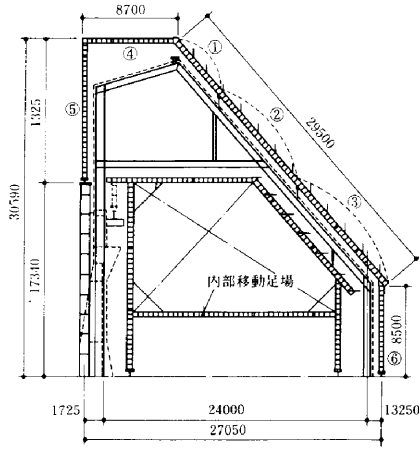

Fig.4 足場組立手順図
場の組立に着手した。手順は、Fig. 4 に示すようにまず、③を地組みして吊り上げ、⑥の部材を取り付ける。次に